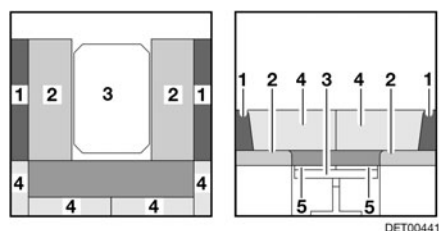

Fig. 115 Durante la transformación
- Extraer los somiers (Fig. 115,5).
- Tirar de los cojines del asiento (Fig. 115,2) hacia el centro.
- Colocar los cojines del respaldo (Fig. 115,1) entre los cojines del asiento y la pared exterior.
- Quitar los cojines del respaldo (Fig. 115,4) y ponerlos a un lado.